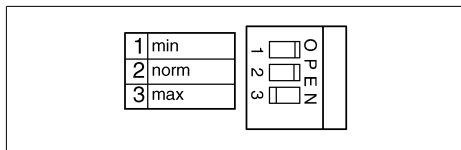

Abb. 12: DIP-Schalter
- DIP-Schalter an der elektronischen Schaltung auf die gewünschte Dosierleistung „Min.“, „Norm.“ oder „Max.“ umstellen (siehe Abb. 12).